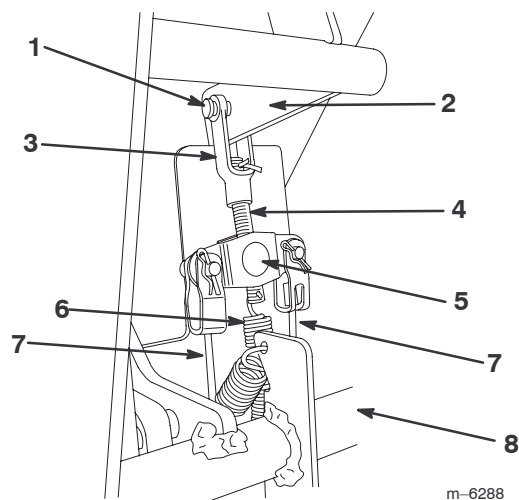

Figure 31
2. Appuyez légèrement sur la pédale de frein (44,5-67 N) jusqu'à ce que vous sentiez une résistance. Vérifiez l'écart entre le levier de frein (illustré à la Fig. 31) et la butée pour déterminer la distance à laquelle l'équilibreur doit être réglé.
3. Retirez l'ergot qui fixe la chape de tige de frein (Fig. 31).
4. Décrochez le ressort du bas de la tige de frein (Fig. 31).
6. Vissez ou dévissez la tige de frein dans l'équilibreur selon besoin pour supprimer le mou des câbles de frein (Fig. 31). Ne tendez pas les câbles excessivement.
7. Accrochez le ressort dans le trou de la tige de frein (Fig. 31).
8. Accouplez la chape de la tige de frein au levier de frein à l'aide de l'axe et de la goupille fendue retirés précédemment (Fig. 31).